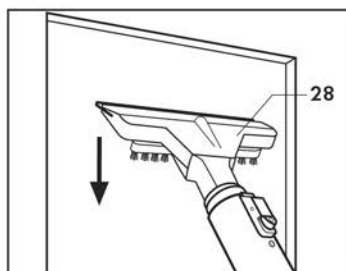

Fig. 12
- apretar la rasqueta en goma sobre la superficie y aspirar el agua presente efectuando movimientos rectilíneos verticales hacia abajo (Fig. 12).